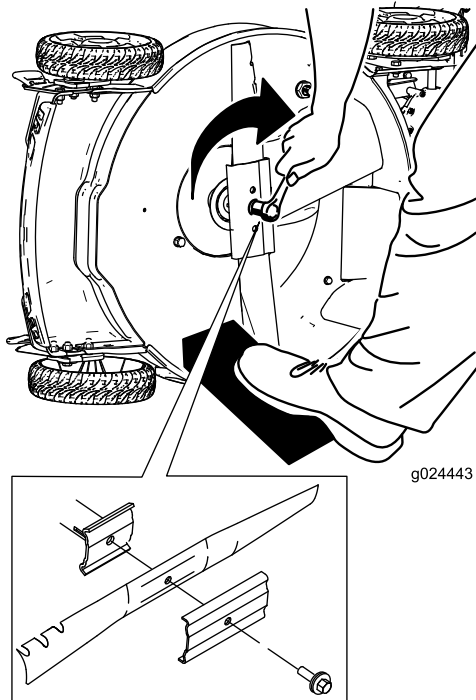

Figura 9
1. Montate la nuova lama usando la bulloneria di montaggio (Figura 9).